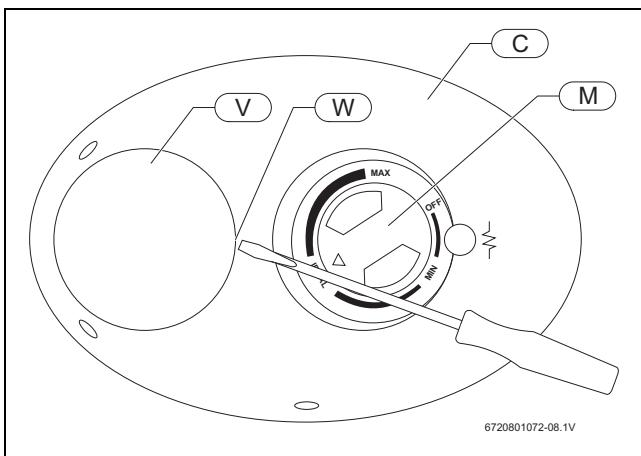

Fig. 9
El ajuste de la temperatura del agua caliente se realiza girando el mando M (Fig. 9) situado en la tapa frontal. La temperatura puede ajustarse entre los 65 °F y 145 °F.
- ▶ Con un destornillador pequeño de punta plana desprendala placa protectora redonda (Fig. 9, [V]) por su borde derecho (Fig. 9, [W]).
- ▶ Ahora puede retirarse la tapa (Fig. 9, [C]) extrayendo el borde izquierdo de la misma. Al rearmar la unidad, proceda en sentido inverso, teniendo cuidado de introducir le lengua de la tapa en la ranura.